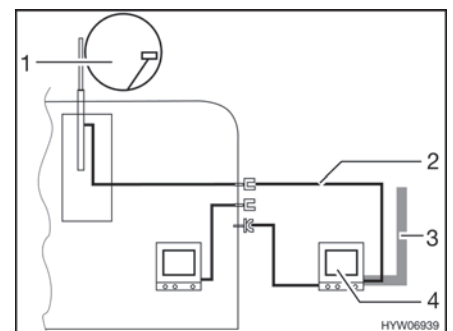

Fig. 130 TV nella tenda veranda
- TV nella tenda veranda (Fig. 130,4): Collegamento all'antenna del tetto (Fig. 130,1) con cavo di collegamento (Fig. 130,2)
- TV nella tenda veranda (Fig. 130,4): Collegamento a antenna esterna (Fig. 130,3)